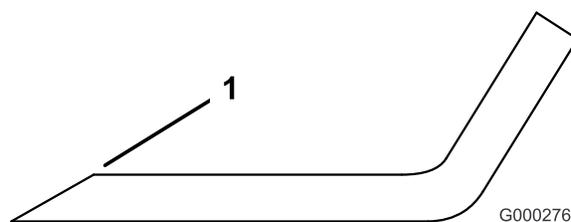

Figura 87
- Inspeccione los filos de todas las cuchillas. Afílelos si están romos o tienen mellas. Afíle únicamente la parte superior del filo y mantenga el ángulo de corte original para asegurar un filo correcto (Figura 87). La cuchilla permanecerá equilibrada si se retira la misma cantidad de metal de ambos bordes de corte.